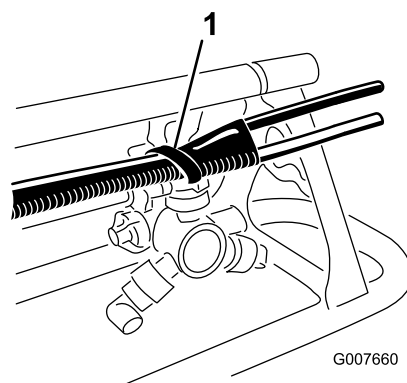

図 8
- B. ホースの端部を、上サポート・ポールの端にそろえる。ブレースについている穴とプラスチック製結束バンドを利用して、ホースをブレースに縛り付ける（図 8）。